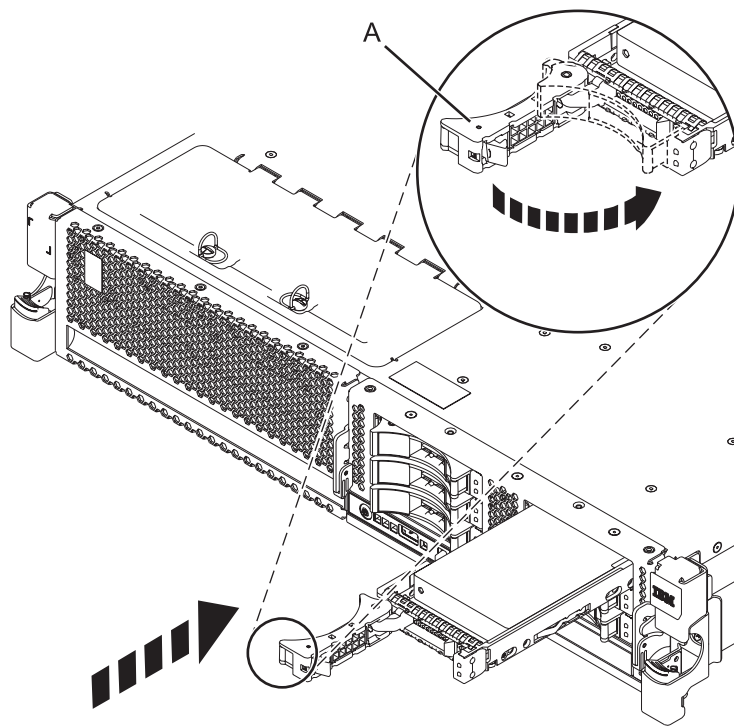

Figure 27. Remplacement d'une unité de disque dans l'unité centrale
5. Lorsque le voyant d'identification s'allume et reste fixe, faites glisser complètement l'unité dans l'unité centrale, et poussez complètement la poignée (A) de l'unité jusqu'à ce qu'elle se verrouille, comme indiqué à la figure 27.